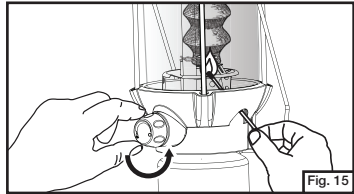

Fig. 15
- Ponga un fósforo encendido a través del orificio de encender; sosténgalo cerca de la mantilla y abra completamente la válvula de combustible. (Fig. 15)